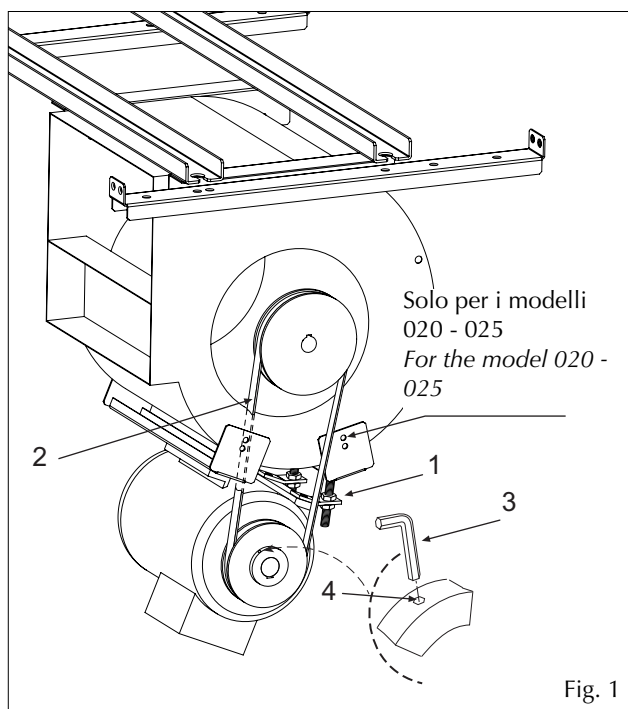

Fig. 1
La taratura del numero di giri viene eseguita agendo sulla puleggia variabile come da Fig. 1.
The calibration of the number of revolutions is carried by acting on the variable pulley as seen in Fig. 1.
- allentare i dadi (1) che fissano il motore al relativo supporto (fig. 1);
- togliere la cinghia di trasmissione (2);
- allentare il fermo (4) con una chiave prismatica (3) e ruotare la parte mobile della puleggia (5) in modo da ottenere il diametro desiderato;
- stringere il fermo (4);
- loosen the nuts (1) which hold the motor to its mounting (fig. 1);
- remove the drive belt (2);
- loosen the lock (4) by means of a wrench (3) and turn the mobile part of the pulley (5) to obtain the required diameter;
- fasten back the lock (4);